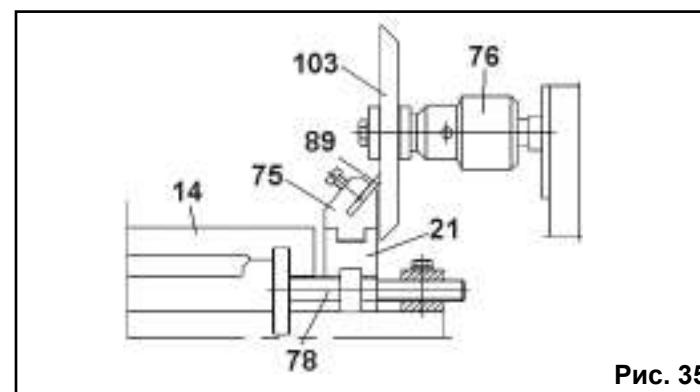

Рис. 35
9.8. Заточка режущего инструмента (Рис. 35)
9.8.2. Как показано на Рис.35, в сверлильный патрон (76) установите и закрепите собранный на оправке заточный диск (103).